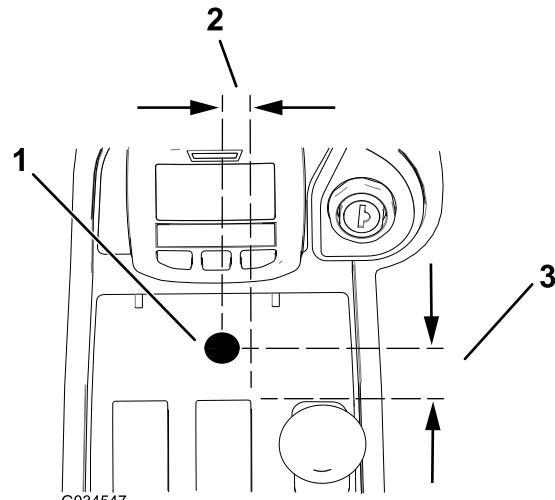

Figura 15
1. Praticate un foro da 13 mm nella consolle centrale; fate riferimento a Figura 15 per il corretto orientamento.